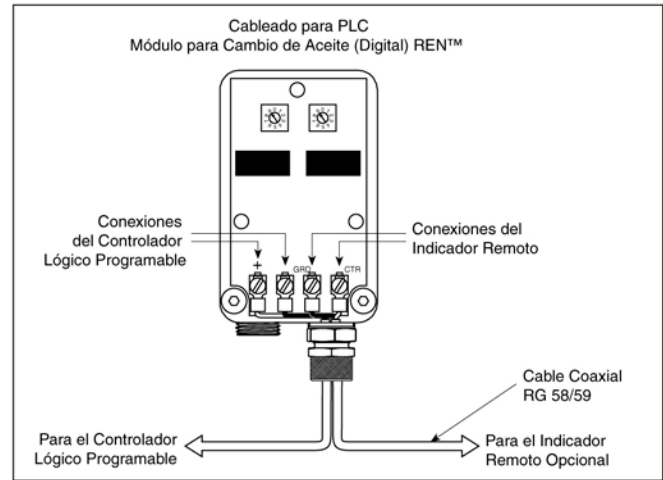

Figura 5- Conexión Típica para un PLC
Paso 3 – Para conexión al PLC, la malla del cable deberá ser conectada según indicado en la Figura 5.